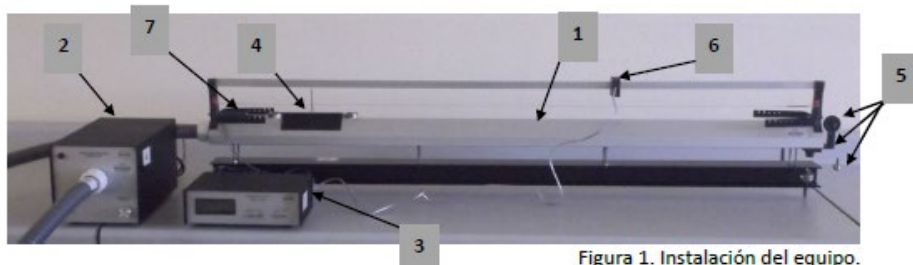

Figura 1. Instalación del equipo.
1. El equipo se instala como se indica en la figura 1.